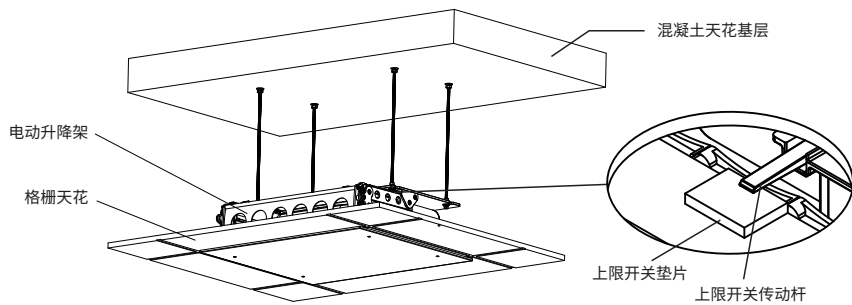

图3 (整体示意图)
3.安装电动吊架,务必对对齐孔位,随后用螺母连接锁紧,保持吊架的底边框刚好盖住天花边框,将安装完电动吊架后遗留的空隙完全遮挡住,如图3所示。